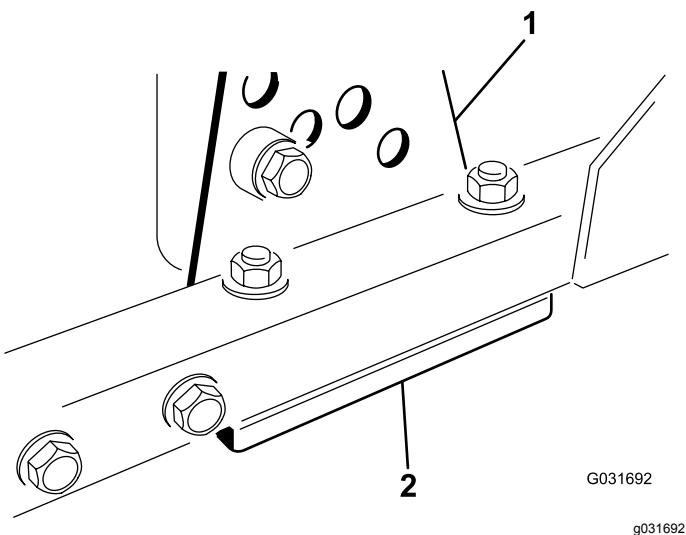

Figure 65
1. Retirez le support de hauteur de coupe (avant, gauche ou droit) du cadre du plateau de coupe (Figure 65).
2. Placez des cales de 1,5 mm et/ou une cale de 0,7 mm entre le cadre et le support du plateau pour obtenir la hauteur de coupe voulue (Figure 65).